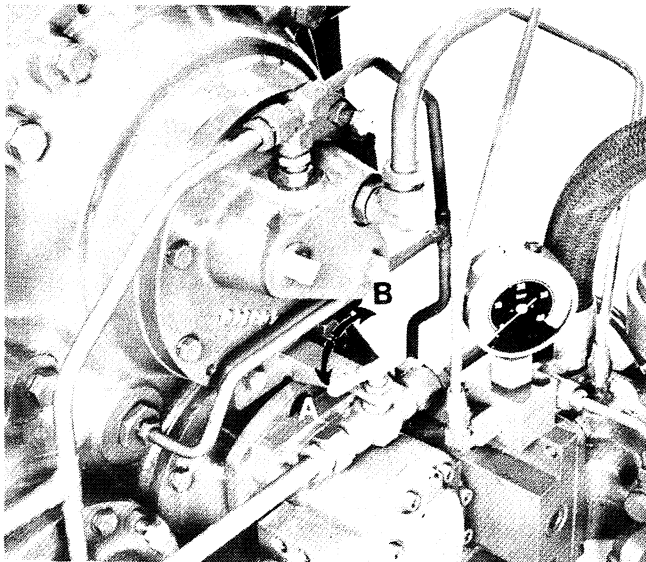

Fig. 36. Robinet pour le transfert de la pression d'huile sur l'inverseur P à M (équipement supplémentaire).
1. Ouvrir le robinet de transfert. Position B, robinet ouvert; position A robinet fermé, voir fig. 36.